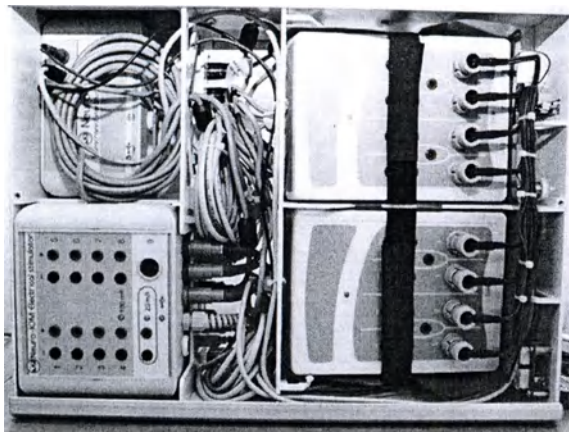

Рис. 18. Замена блока транскраниального электростимулятора (1).
1. Откройте левую боковую крышку кейса (рис. 18).